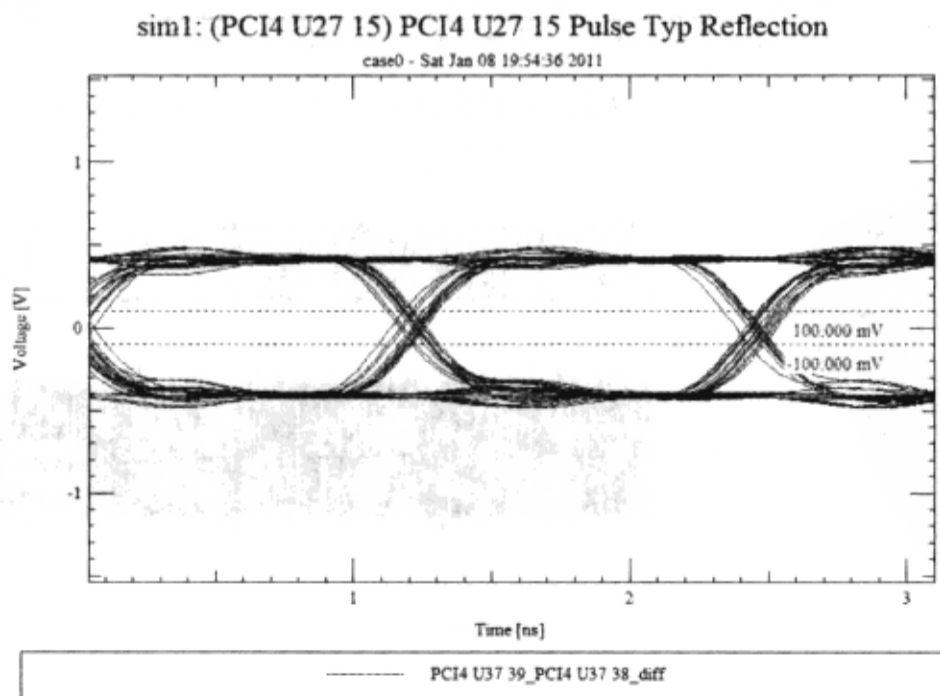

图 6-4-34 差分接收器波形
(21) 选择“SigWave”波形库窗口的波形库符号“Sim1: (PCI4 U27 15) PCI4 U27 15 Pulse Typ Reflection”（新产生的波形）→从弹出菜单中选择“Hide All Subitems”，现在没有任何波形显示在“SigWave”窗口。
(22) 单击“Sim1: (PCI4 U27 15) PCI4 U27 15 Pulse Typ Reflection”（新产生的波形）前面的“+”号，展开项目→双击“PCI4 U37 39\_PCI4 U37 38\_diff”的波形符号，仅 PCI4 U37 39\_PCI4 U37 38\_diff 波形显示在“SigWave”窗口，如图 6-4-34 所示。